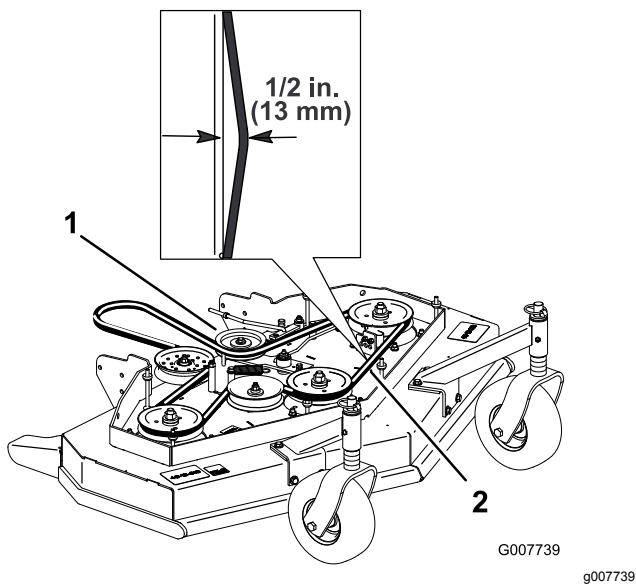

Рисунок 45
4. Снимите натяжной ролик и изношенный ремень (Рисунок 45).
**Примечание:** Ремень газонокосилки натянут правильно, если усилие 44-67 Н посередине между шкивами вызывает отклонение ремня на 13 мм (Рисунок 45).